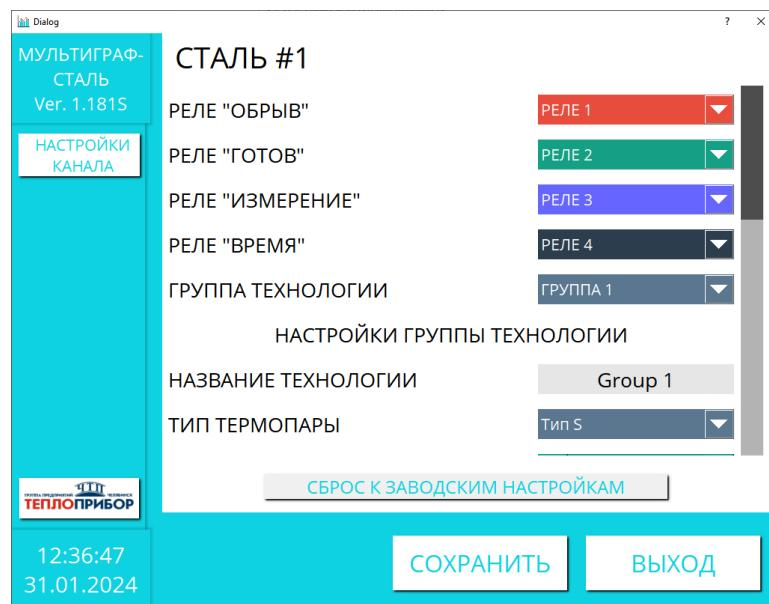

Рисунок 2.5 – Настройка управляемых реле
2.3.2.1 Управляющие реле «ОБРЫВ», «ГТОВ», «ИЗМЕРЕНИЕ», «ВРЕМЯ» (рис. 2.5)